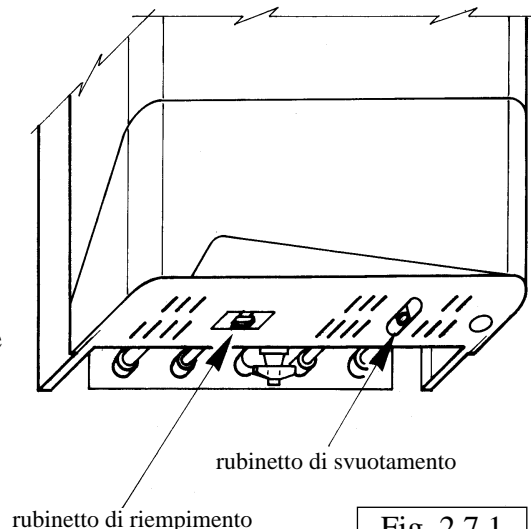

Fig. 2.7.1
- Aprire gradualmente il rubinetto di carico impianto. Ved. fig. 2.7.1.